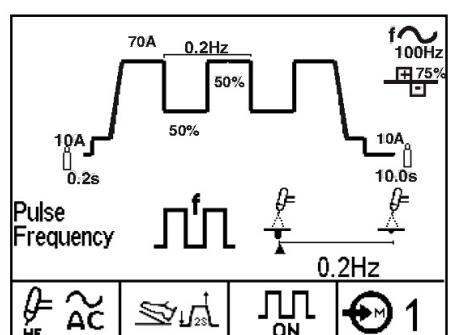

Figure B.4c
- Puls TIG zie Figure B.4c
2. Het **Lasprocedure diagram** toont de verschillende lasparameters die geselecteerd en ingesteld kunnen worden. Als de drukknop / Encoder kort gedrukt wordt, wordt er een driehoekige indicator zichtbaar die aangeeft welke parameter aangepast kan worden. Somige parameters zoals de AC frequentie hebben een extra icoon in het display wat aangeeft wat het effect van deze parameter heeft op de lasboog en het lasbad. Als deze parameters aangepast worden beweegt een indicator tussen het minimum en maximum icoon om het relatieve effect van de parameter aan te geven. Zie ook het voorbeeld met Puls Frequentie zoals hierboven in Figuur B.4c. Zie Tabel B.1 voor een overzicht van alle symbolen / iconen.